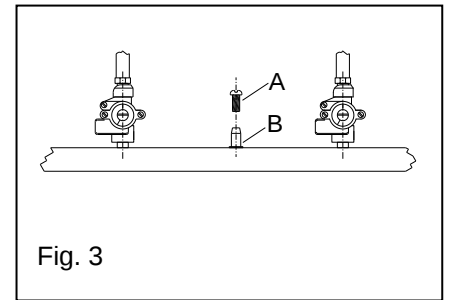

Fig. 3
4.1 Überprüfung des Förderdrucks (Abb. 3)